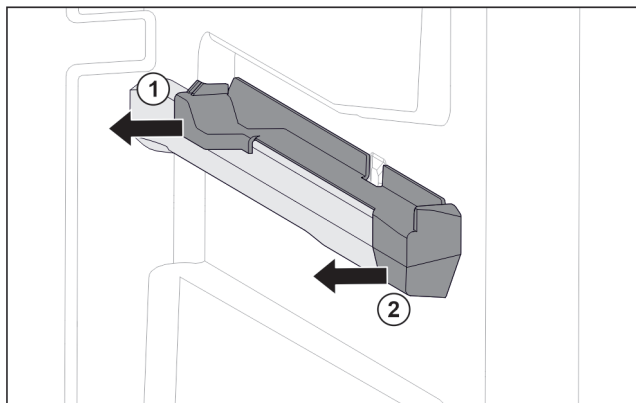

Fig. 194 Elemento inseribile sulla nervatura destra del contenitore
- ▶ Estrarre l'elemento inseribile dal lato posteriore di lato. Fig. 194 (1)
- ▶ Estrarre l'elemento inseribile dal lato anteriore di lato. Fig. 194 (2)